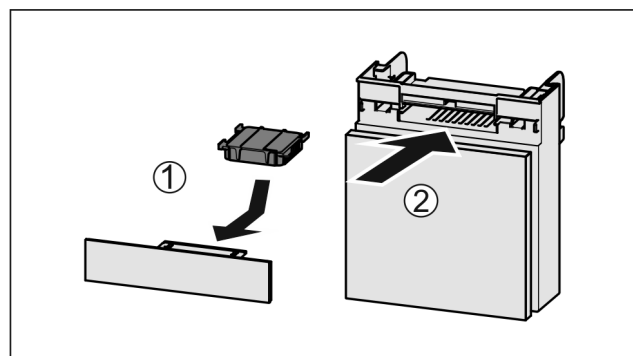

Fig. 165
- ▶ Вставити фільтр з активованого вугілля за малюнком Fig. 165 (1).
- ▶ Вставити відділення Fig. 165 (2).